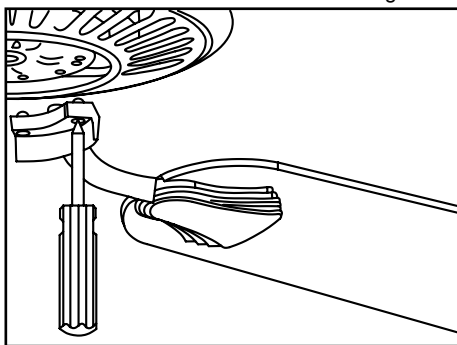

Figura 14
3. Ajusta el brazo del asa al motor insertando los postes de alineación dentro de la ranura de la parte inferior del motor y aprieta los tornillos del motor. Por favor, ten en cuenta que los tornillos del motor están en los soportes del asa (Figura 14).
El interruptor de reversa instalado en la caja del interruptor (Figura 14) controla la dirección del flujo de aire: hacia abajo (hacia abajo) o reversa (hacia arriba).